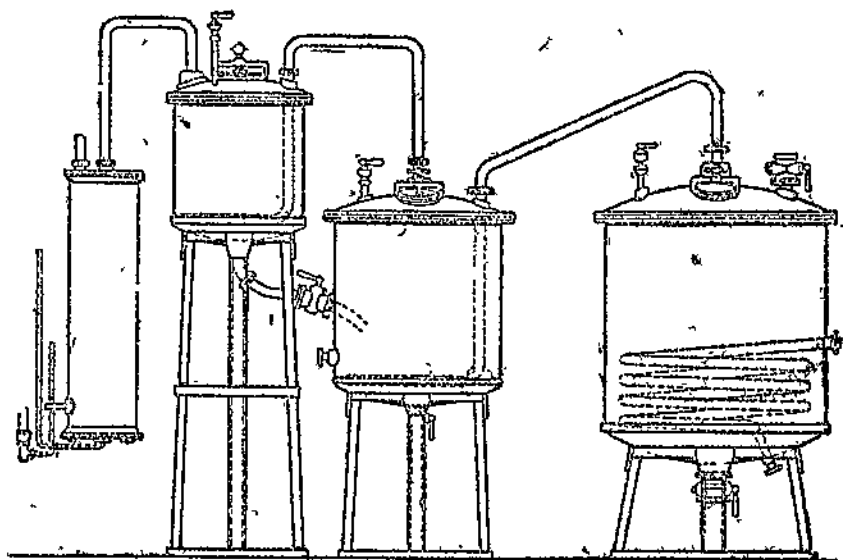

Рис. 33. Трехкубовый аппарат для перегонки подземной воды.
54. Техническое получение метилового спирта. Сухую перегонку дерева производят в технике в особых ретортах, нагреваемых до 350—400°. Во время перегонки из реторты выделяются летучие вещества, которые сгущаются в холодильнике, и газы (CO_2 , CO , CH_4 и H_2), которые проходят через холодильник, не сгущаясь. В приемнике внизу собирается деготь, а сверху — подсмольная вода, в которой растворены уксусная кислота, метиловый спирт и ацетон. Подсмольную воду отделяют от дегтя и перегоняют из медного куба, нагреваемого глухим паром, проходящим по змеевику (рис. 33). Пары кислоты, спирта и ацетона переходят во второй куб с чистым известковым молоком, нейтрализующим уксусную